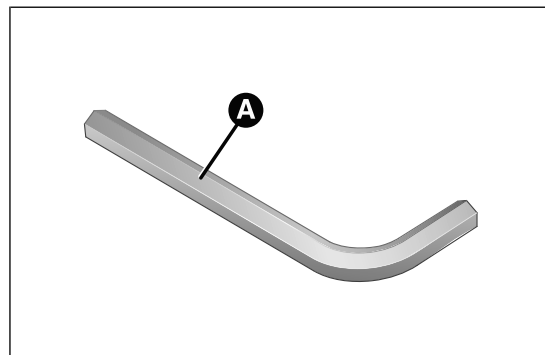

fig. 172
- ☐ utilizar la llave Allen A fig. 172 suministrada de serie;